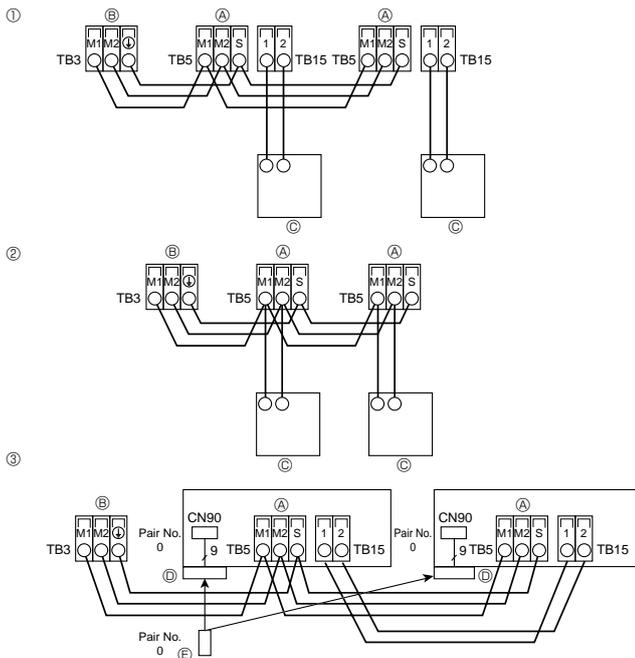

Fig. 4-3
4.4. Collegamento del comando a distanza e dei cavi di trasmissione delle sezioni interne ed esterne (Fig. 4-3)